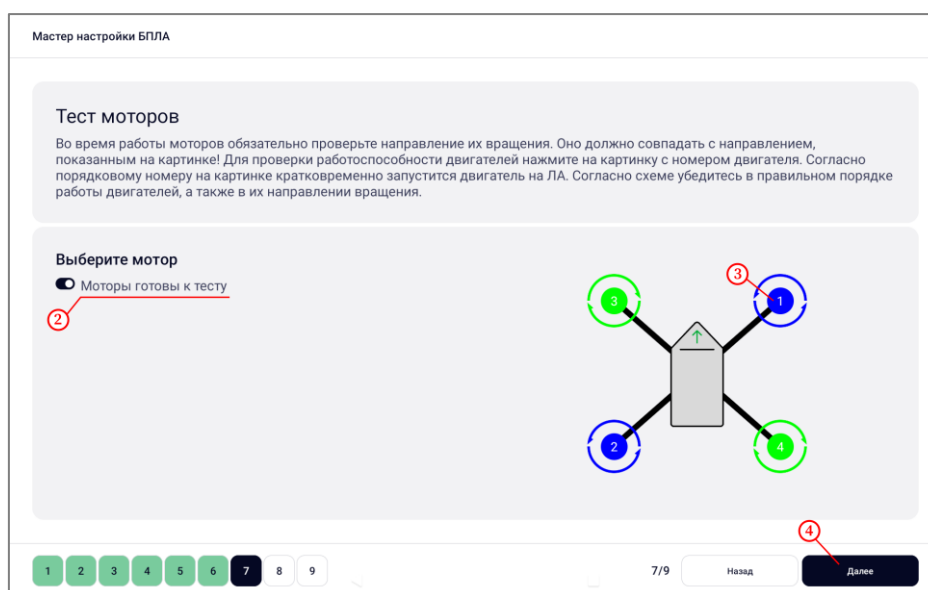

Рисунок 17 – Выполнение шага 7
- удостовериться, что появился статус «Моторы готовы к тесту» (рисунок 17, шаг 2);
- нажать на мотор под номером 1 (рисунок 17, шаг 3);
- по окончании проверки нажать на кнопку «Далее» (рисунок 17, шаг 4).